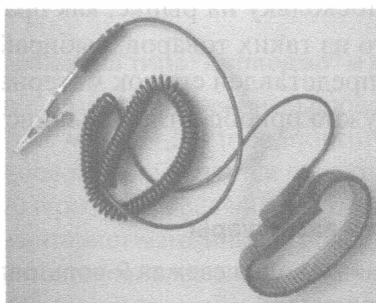

Рис. 2.5. Антистатический браслет поможет предохранить чувствительные компоненты от повреждения статическим электричеством
- » **Антистатический браслет.** Антистатический браслет наподобие того, который показан на рис. 2.5, понадобится, чтобы предохранить от повреждения статическим электричеством, которое накапливается на вашем теле, чувствительные к статике интегральные микросхемы (ИМС), с которыми вам придется работать. Купите антистатический браслет Zitrades #S-W-S-1 (10 долларов) или подобный ему.